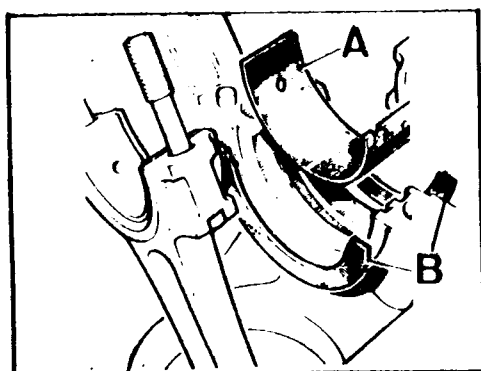
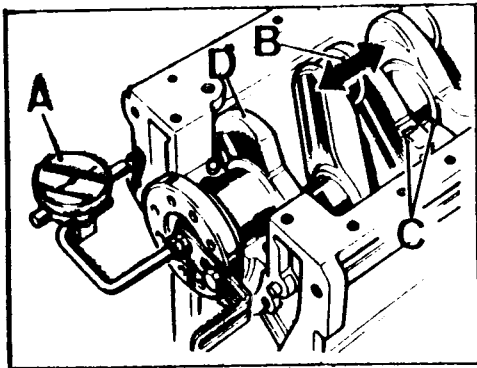

Fig. A1-110 Desmontaje de semicojinetes superiores y arandelas de empuje
Fig. A1-111 Comprobación del juego - longitudinal del cigueñal
- 1.6. Retirar el cigueñal, los semicojinetes superiores, A (Fig. A1-110) y las arandelas de empuje, B, situadas una a cada lado del cojinete central.
- 2.3. Situar las arandelas de empuje, B (Fig. A1-110) a cada lado del cojinete central. Limpiar perfectamente las muñequillas y muñones del cigueñal, así como los semicojinetes y lubricarlos abundantemente con aceite del motor.
- 2.4. Montar el cigueñal e instalar en su brida un comparador de reloj, A (Fig. A1-111) por medio del soporte, 530106. Medir el juego longitudinal que deberá ser de 0,05 a 0,15 mm. Si no fuera así corregir por medio de las - - arandelas de empuje, B (Fig. A1-110).